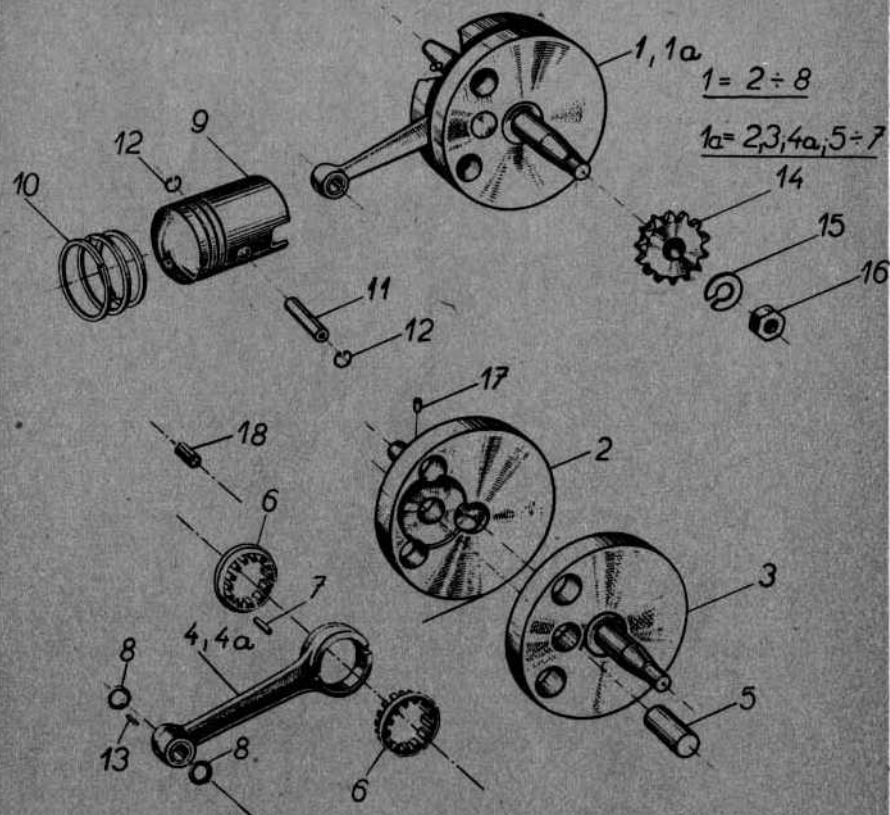

Рис. 39
41. РЕМОНТ (ДЕМОНТАЖ) И ЦЕНТРОВКА КРИВОШИПНОГО МЕХАНИЗМА (РИС. 39)